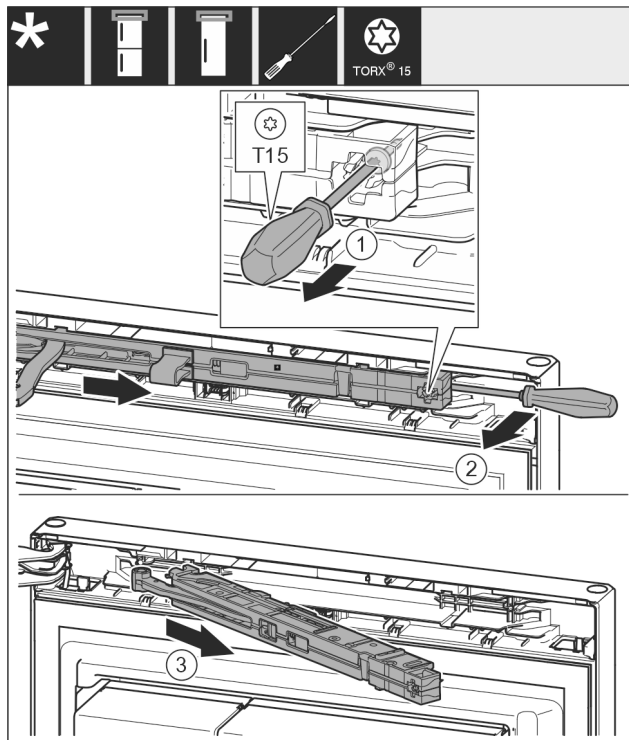

Fig. 11
- Desserrer la vis de l'unité d'amortisseur de fermeture d'env. 14 mm avec un tournevis T15. *Fig. 11 (1)*
- Avec un tournevis, accéder à la partie postérieure de l'amortisseur de fermeture du côté de la poignée et faire tourner l'amortisseur vers l'avant. *Fig. 11 (2)*
- Sortir l'amortisseur de fermeture. *Fig. 11 (3)*